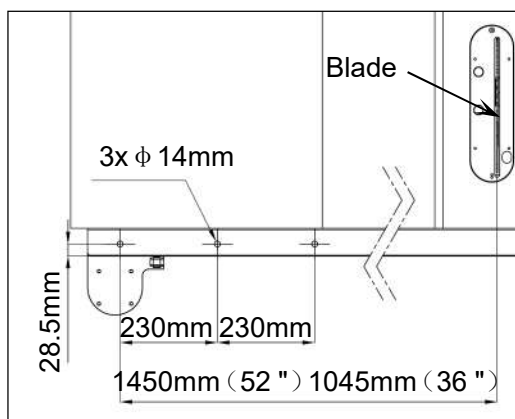
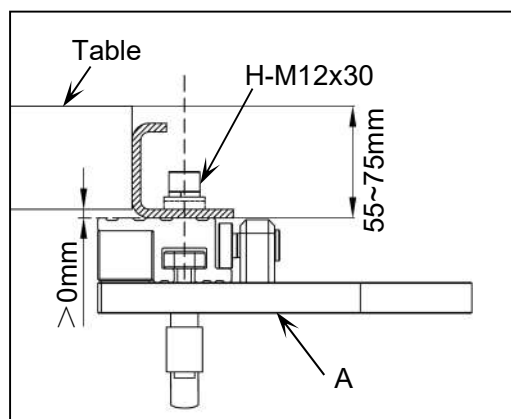

图 6
图 7
1. 针对“Big Eye”系列，如图 6 所示，核查后导轨安装孔，如不符合图示要求，按图 6 所示尺寸配打安装孔。
2. 针对传统“L”型后导轨，注意核查后导轨相关尺寸是否符合图 7 所示，如符合，可按图 6 所示尺寸进行安装孔的配打，安装效果如图 7 所示。